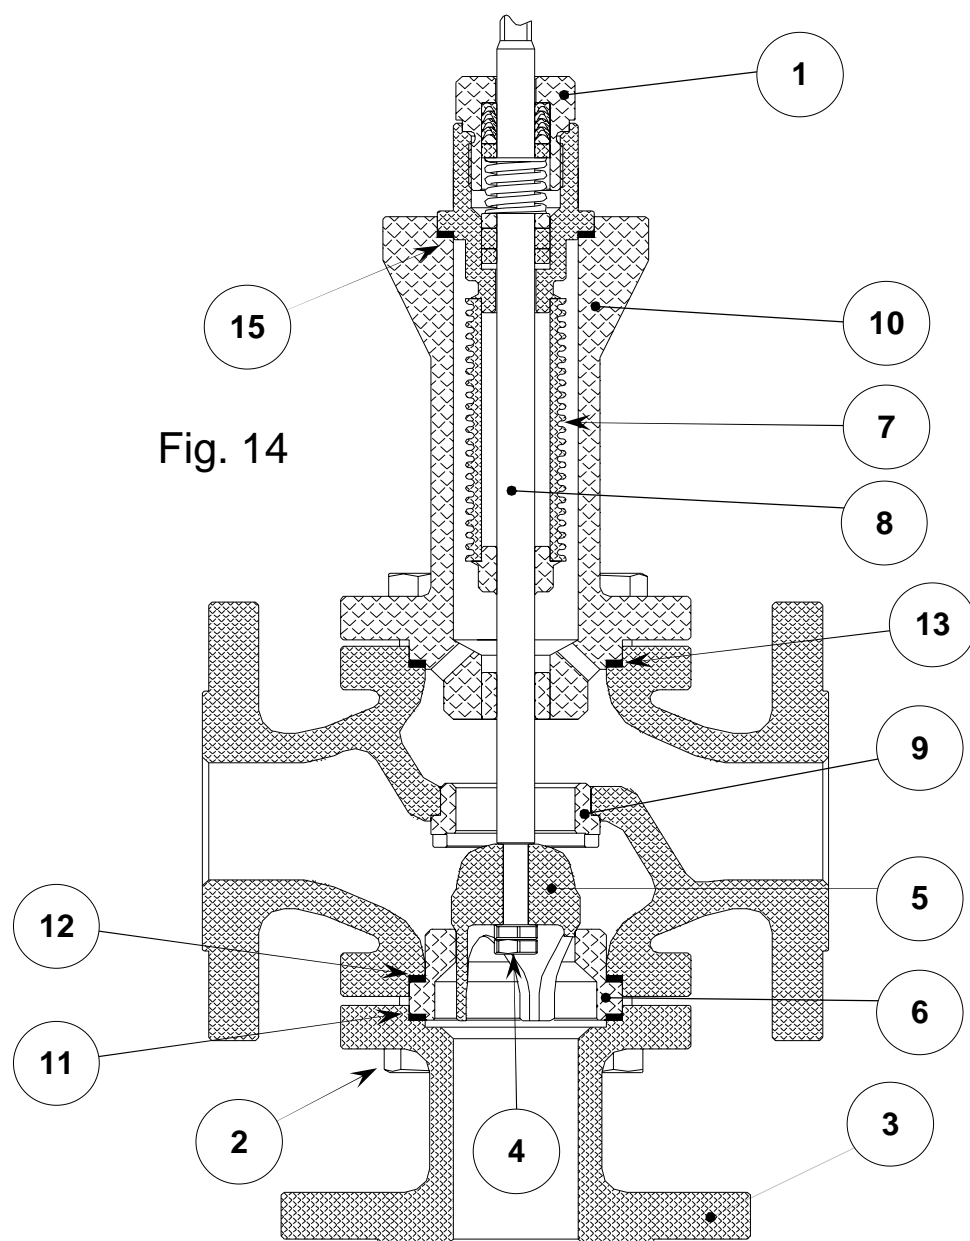

Fig. 14
Séparer l'obturateur du corps de la soupape comme décrit dans les paragraphes précédents. Après avoir regardé la Fig.14 procéder de cette façon:
Separate the actuator from the valve body as described on the above paragraphs. In reference to the figure 14 proceed as follow:
- Dévisser complètement l'écrou (1).
- Enlever le ressort (2) et le paquet presse-étoupe (3).
- Remplacer toujours les garnitures du corps signalées dans la fig. 14, en nettoyant avec attention les plans d'appui.
- Screw off the threaded bushing (1).
- Remove spring (2) and packing (3).
- Replace the body gasket (6) (see fig. 14) after cleaning its housing face carefully.
- Dévisser complètement la vis (1).
- Enlever le paquet presse-étoupe supérieur (3), le ressort (2) et le paquet presse-étoupe inférieur (4).
- Remplacer toujours la garniture du corps (6) signalée dans la Fig.14, en nettoyant avec attention les plans d'appui.
- Remove upper packing (3) spring (2) and lower packing (4).